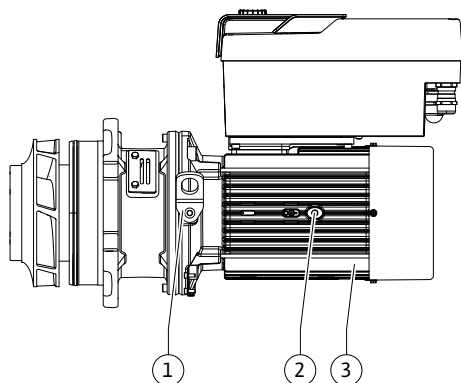

Fig. 107: Conjunto de encaixe
13. Introduzir o conjunto de encaixe (ver Fig. 107) no corpo da bomba, na posição anterior ou nouro ângulo pretendido. Respeitar aqui as posições de instalação autorizadas dos componentes (ver capítulo «Posições de instalação autorizadas e alteração da disposição dos componentes antes da instalação» [► 150]).
14. Recomenda-se a utilização das cavilhas de montagem (ver capítulo «Acessórios» [► 145]). Depois de a guia da lanterna engrenar perceptivelmente (cerca de 15 mm antes da posição final), já não existe perigo de basculamento ou de encravamento. Após a fixação do conjunto de encaixe com, pelo menos, um parafuso (Fig. I/III, pos. 10, ou Fig. III/IV, pos. 29), os meios de fixação podem ser removidos dos olhais de transporte.
15. Enroscar os parafusos (Fig. I/III, pos. 10, ou Fig. III/IV, pos. 29), mas ainda não apertá-los definitivamente. Ao enroscar os parafusos, o conjunto de encaixe é puxado para dentro do corpo da bomba.